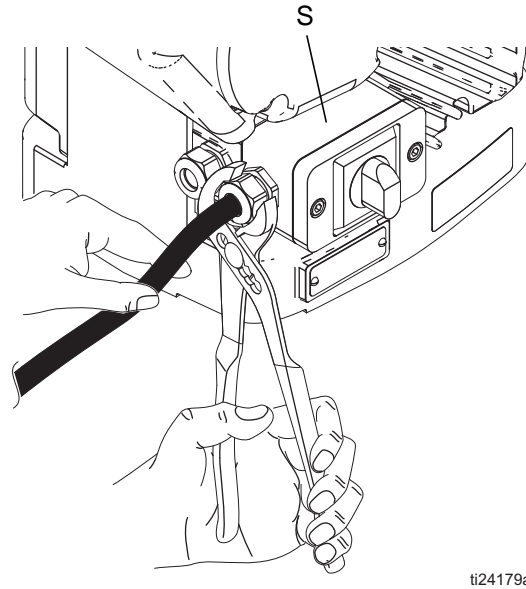

图 5：接线盒螺丝和应力消除
7. 更换步骤 2 中拆下的接线盒螺丝和垫圈，然后拧紧线夹以固定住接线盒 ( G ) 内的电源线。参见图 5。